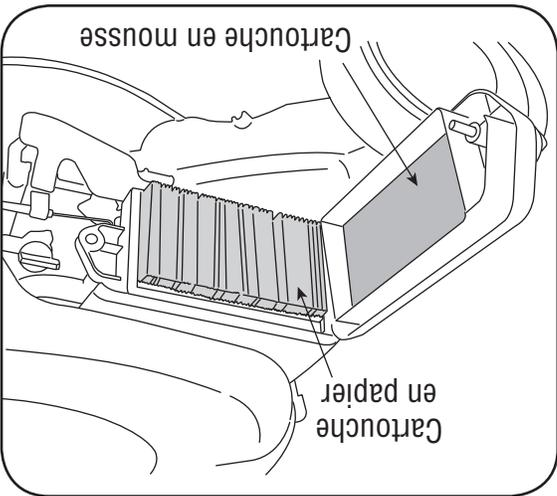

Figure 4-2
1. Enlevez le boulon à oreilles et le couvercle du filtre à air. Sortez les cartouches et séparez-les. Voir la Figure 4-2. Vérifiez soigneusement que les cartouches ne sont ni trouées, ni déchirées et remplacez-les au besoin.